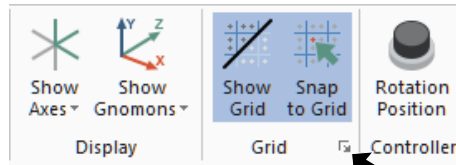

Fig. 5
Step 2. Click the **Dialog Box Launcher** (Alt-G), Fig. 5.